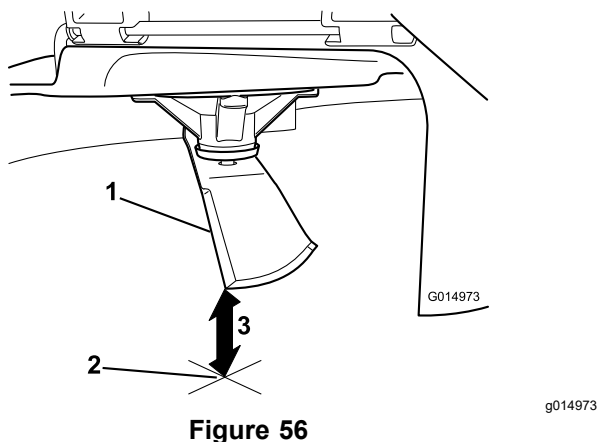

**Figure 55**
4. Tournez la même lame de 180 degrés pour amener l'autre tranchant à la même position (Figure 55).